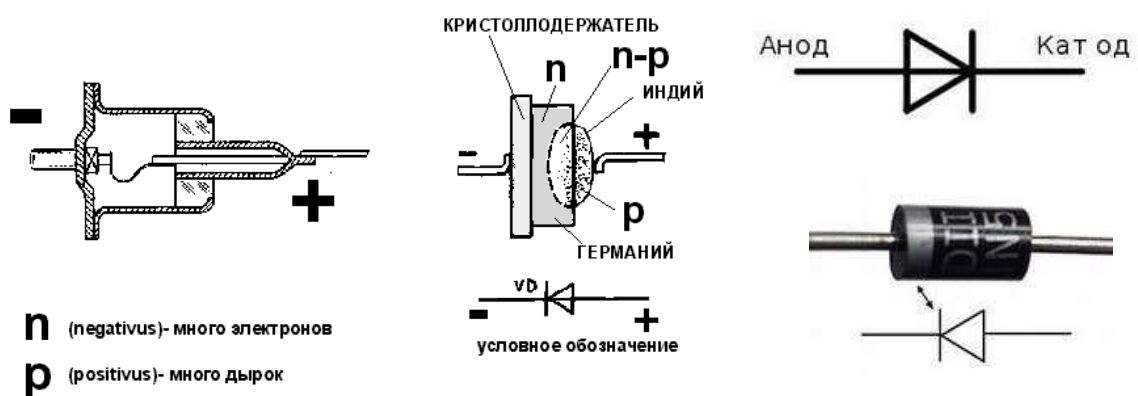

Рисунок 16 – Полупроводниковые диоды
1. **Полупроводниковые диоды** – в полупроводниковых диодах используется свойство односторонней проводимости p-n перехода (см. рисунок 16).